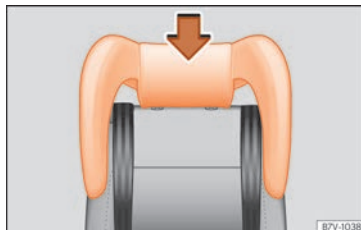

Fig. 96 Asiento integrado para niños: montar el apoyacabezas del mismo.
- Introduzca el apoyacabezas del asiento para niños en las guías del respaldo correspondiente hasta que encastre correctamente »» fig. 96.